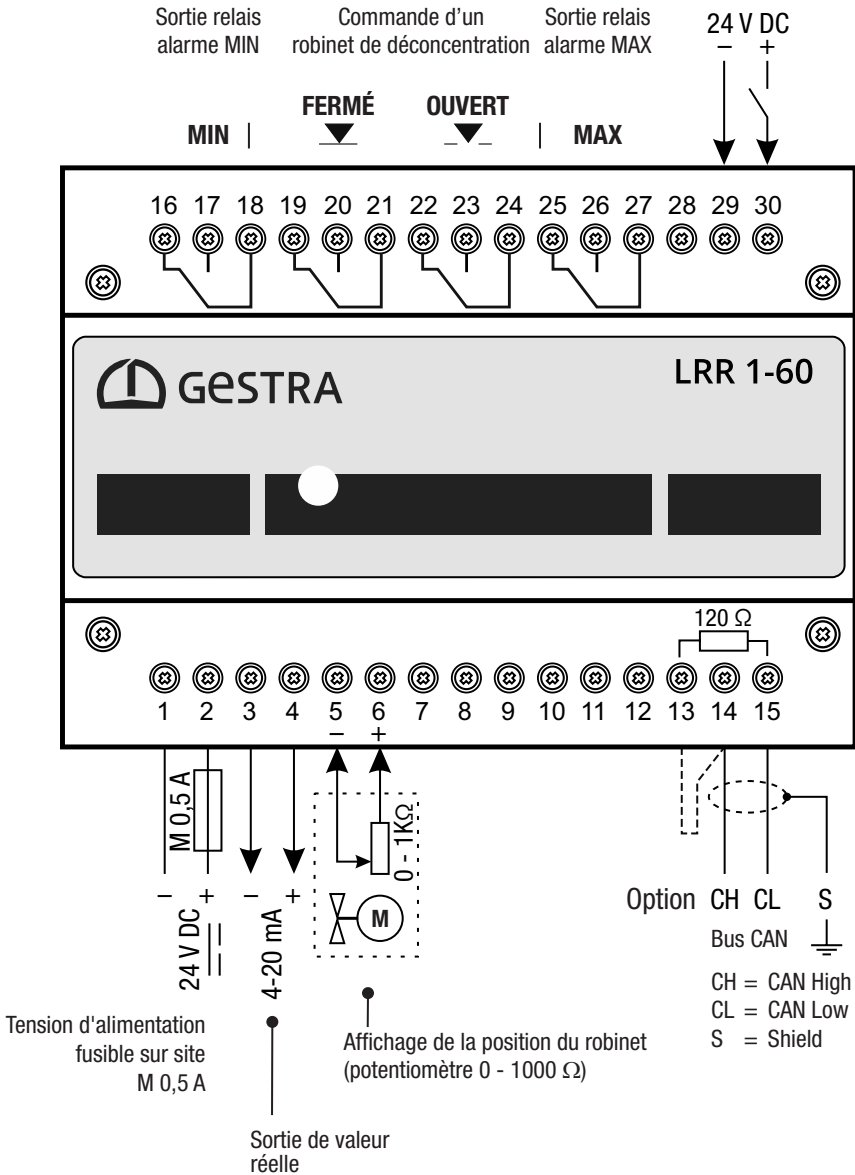

Fig. 6
- Raccordez le régulateur de conductivité et tous les composants associés conformément au schéma de raccordement Fig. 6 des présentes instructions.
- Raccordez les sorties conformément au schéma de raccordement Fig. 6.